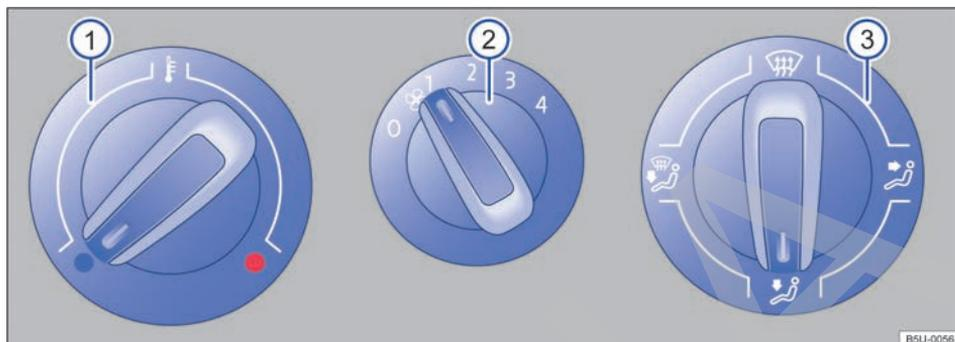
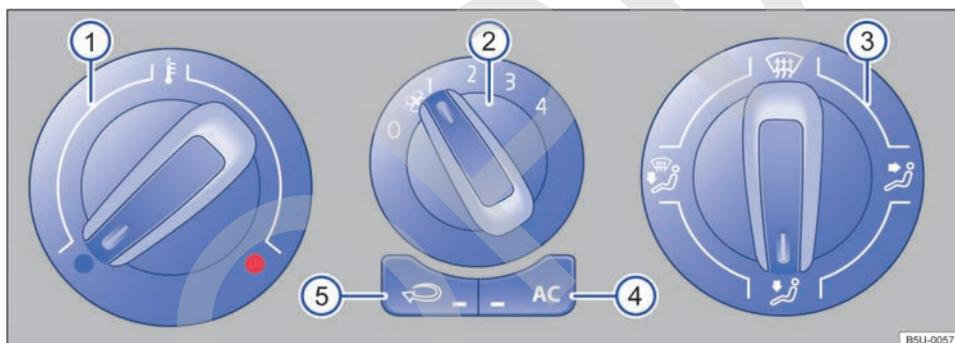

Fig. 120 En la consola central: comandos del sistema de ventilación y calefacción.
Fig. 121 En la consola central: mandos del aire acondicionado.
Tecla, regulador	Información complementaria del sistema de ventilación y calefacción → fig. 120 y aire acondicionado → fig. 121.
Tecla, regulador	Información complementaria del sistema de ventilación y calefacción → fig. 120 y aire acondicionado → fig. 121 .
- En vehículos con sistema de calefacción, coloque el regulador de la temperatura → **fig. 120**  completamente hacia la derecha, a la posición máxima de calefacción.
- Colocar el regulador de distribución de aire → fig. 121 ③ en la posición , en esta posición no se puede accionar el modo de recirculación de aire.
- Coloque la turbina ② en el nivel 3 o 4.
- Coloque el regulador de la temperatura ① en la posición deseada.